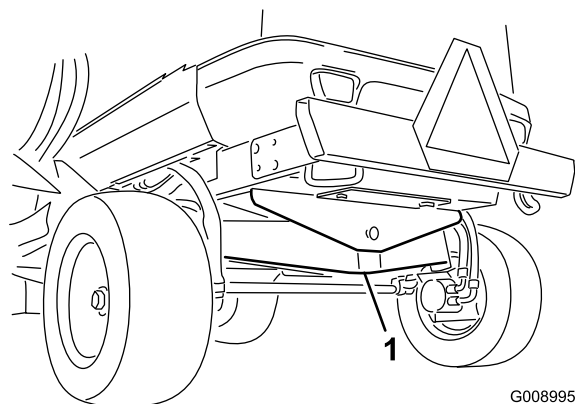

Figura 73
1. Punto de apoyo delantero (2)
**Parte trasera de la máquina** - en el centro del eje (Figura 73)